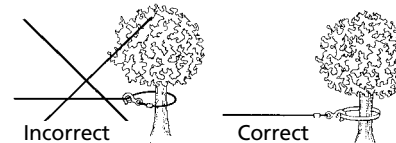

Figure 4
- N'ACCROCHEZ JAMAIS LE CÂBLE SUR LUI-MÊME, car cela pourrait endommager le câble. Utilisez une élingue en nylon (Fig. 4).